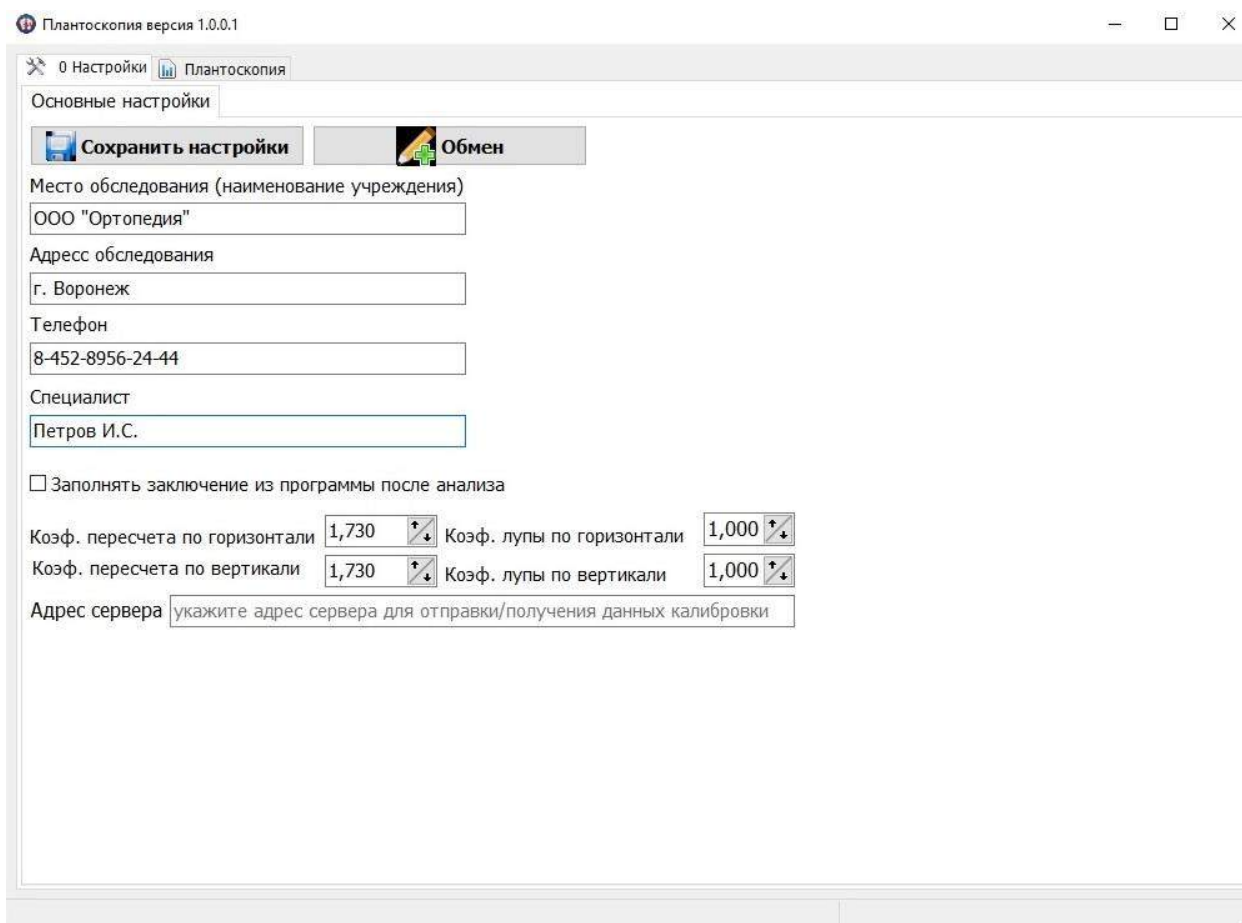

Рисунок 5 – настройка программы Плантоскопия
- автозаполнения заключения и рекомендаций, в случае если в настройках программы (вкладка настройка) выставлен флаг – «Заполнять заключение из программы после анализа» (см. Рисунок 5);
#### 4.5 Описание кнопок настроек программы (см. рисунок 5):